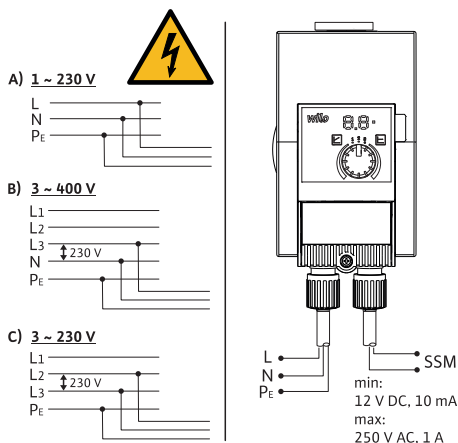

Fig. 3: Możliwości podłączenia
- Do 230 V podłączyć sieci niskiego napięcia. W przypadku przyłącza do zasilania sieciowego IT (forma sieci Isolet Terre) należy bezwzględnie upewnić się, że napięcie pomiędzy fazami (L1–L2, L2–L3, L3–L1 → Fig. 3) nie przekracza 230 V.